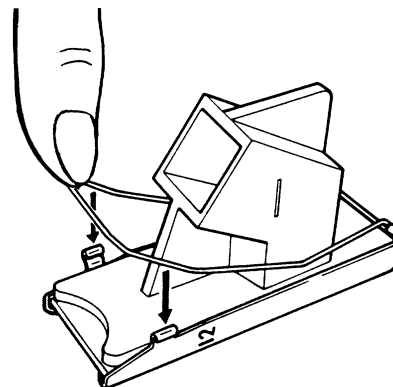

Figura 3-13
3. Inserire una camera campioni (3) sul fondo del supporto della camera campioni. Premere con forza per posizionare adeguatamente la camera campioni. Vedere Figura 3-13.